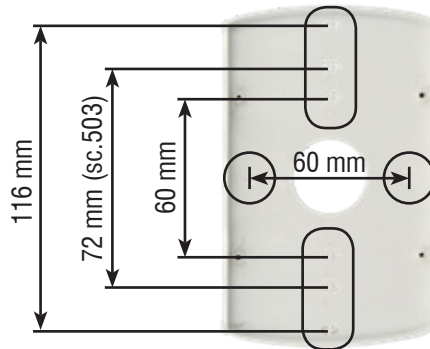

Fig. 4.4 — fondo del contenitore:
- Aprire le zone preforate del fondo necessarie al passaggio dei cavi e delle viti per il fissaggio in scatola o a parete (vedere fig. 4.4) e fissare il fondo nella posizione desiderata;